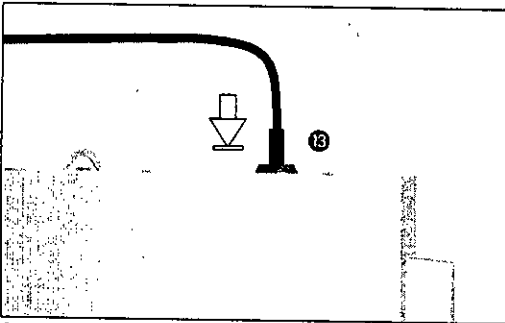

fig. 2
- D. Conecte el cable del pedal a la salida prevista de la parte posterior, orientando la toma y la clavija con la ranura de posicionado de la toma fig. 2